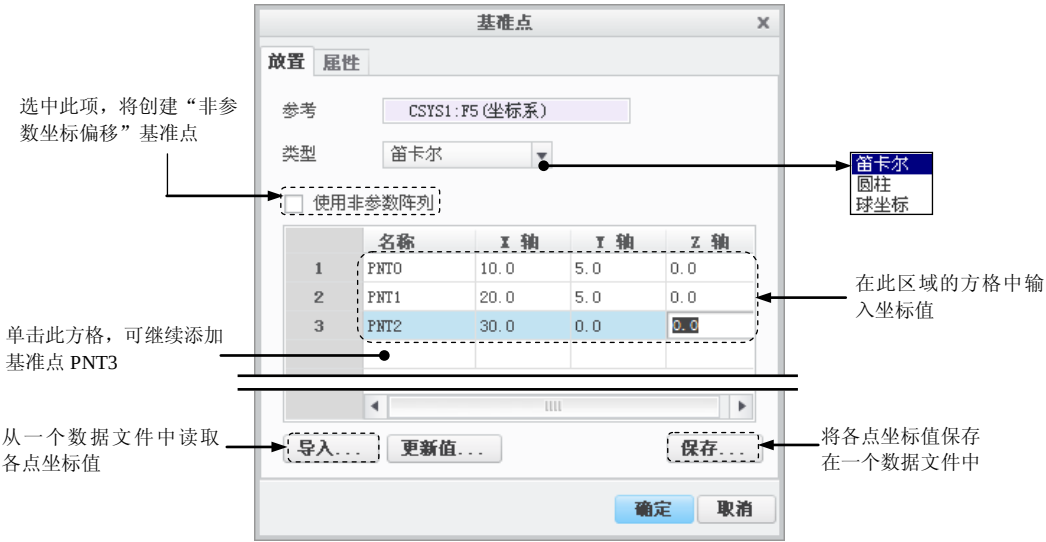
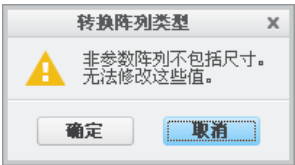

图 3.1.10 “基准点”对话框
图 3.1.11 “转换阵列类型”对话框
Step4. 如图 3.1.10 所示，在对话框中单击 **名称** 下面的方格，则该方格中显示出 PNT0；
说明：在图 3.1.10 所示的“偏移坐标系基准点”对话框中，用户在给出各点坐标值后，如果选中 ☐ 使用非参数矩阵 复选框，系统将弹出图 3.1.11 所示的“转换阵列类型”对话框，单击该对话框中的 确定 按钮，则系统将这些基准点转化为非参数坐标偏移基准点，这样用户以后不能用“编辑”命令修改各点的坐标值。